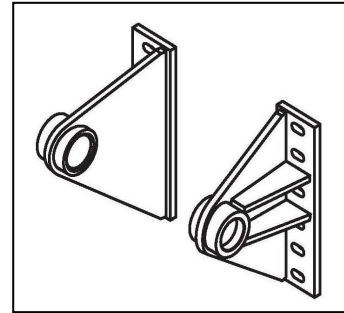

图 8
- 取下油缸外套筒耳轴保护套，在耳轴上稍微涂一层 SAE140 或同等性能的油脂。将两个油缸支架(图 8)分别装在外套筒耳轴上，然后与自卸车厢体相连接。
Remove the cylinder outer sleeve trunnion protective sleeve, and apply a slight layer of SAE140 or equivalent grease on the trunnion. Install two cylinder brackets (Figure 8) on the outer sleeve trunnions respectively, and then connect them to the dump truck body.
- Снимите защитную втулку с кожуха цилиндра и цапфы и слегка нанесите слой смазки SAE140 или аналогичной смазки на цапфу. Два кронштейна для цилиндров (рис. 8) крепятся на внешней цапфе втулки, а затем соединяются с кузовом самосвала.